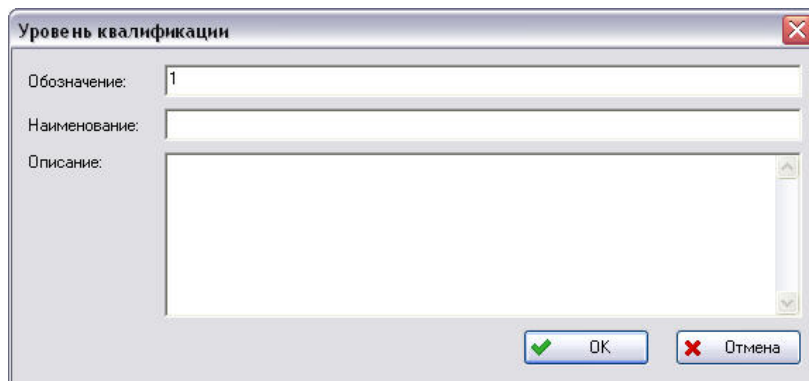

Рис. 3-28
2. В появившемся окне **Уровень квалификации** введите обозначение, наименование и описание уровня квалификации (рис. 3-28). Обратите внимание, что система автоматически увеличивает значение в поле **Обозначение**, начиная с «1». Это значение может быть отредактировано.